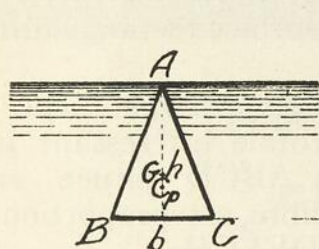

FIG. 5
b) Triangle BAC vertical, à base BC horizontale, avec sommet A au niveau de surface (Voir Fig. 5).